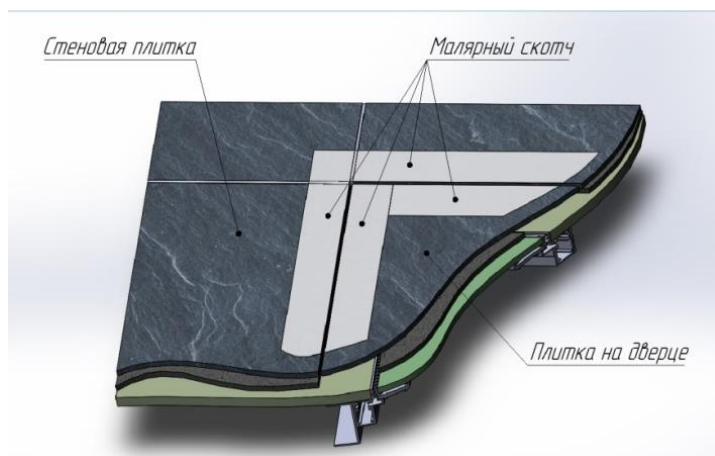

Рис. 3 – Наклейка малярного скотча
6. Заполните шов по периметру створки герметиком, совпадающим по цвету с затиркой (рис. 3).